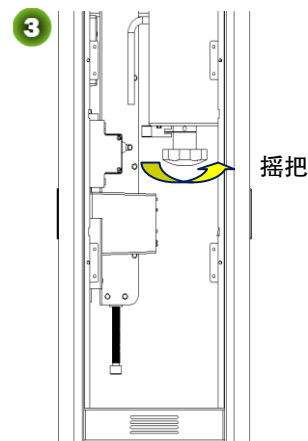

图 3-2C 升起闸杆
- 4) 停电时，可使用电机摇把将闸杆升起，如图 3-2C 所示。